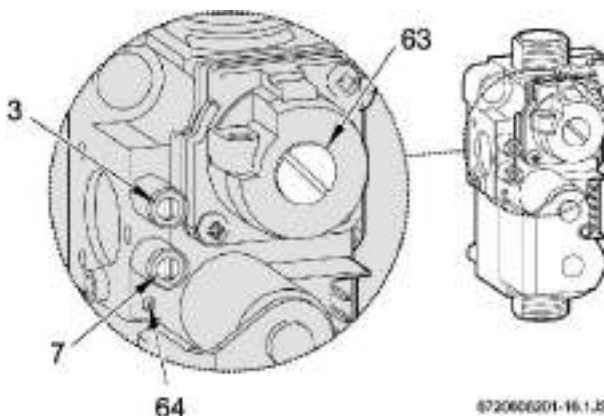

Fig. 21 Cuerpo de gas
- ▶ Desmontar la cubierta del tornillo de ajuste del gas (63) (Fig. 21).
- ▶ Tratándose de gas natural: ajustar el consumo MAX con el tornillo de ajuste (63) (tabla 9).